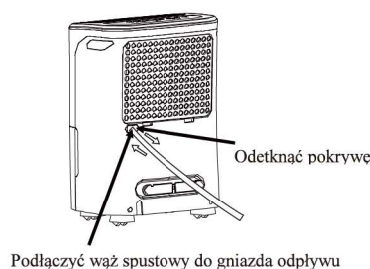

Fig.7
- Odetknąć pokrywę od wylotu węża odpływu wody. Podłączyć wąż spustowy (ID = 13,5 mm) i poprowadzić go do odpływu podłogowego lub odpowiedniego urządzenia odprowadzającego (patrz Rys.7).